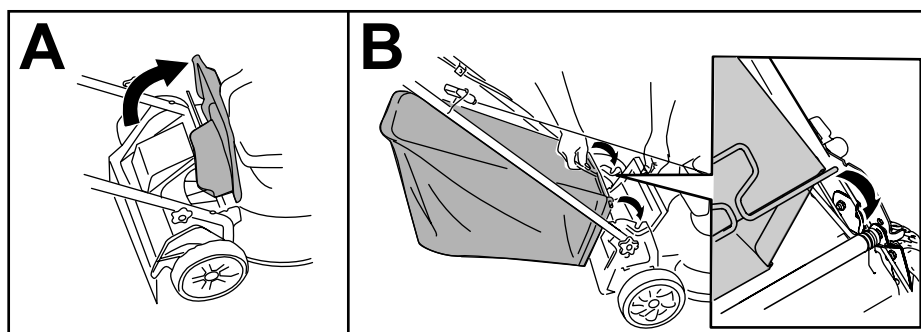

Figura 14
1. Levante o defletor traseiro (A de Figura 14).
2. Insira as extremidades da barra do saco de relva nos entalhes dos suportes do (B de Figura 14).